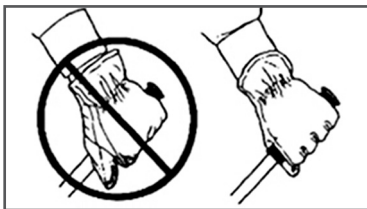

Рис. 9. Правильный захват рукоятки мотобура
- Крепко возьмитесь за рукоятки мотобура правой и левой руками (Рис. 9).